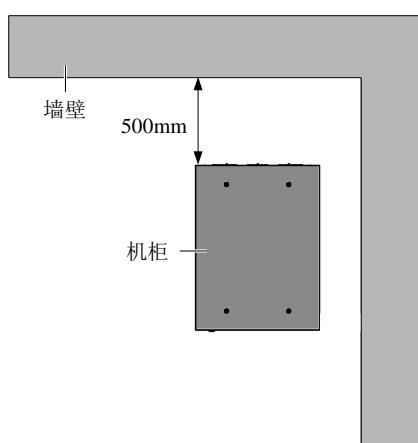

图2-5 操作空间示意图（机架式安装, 顶视图）
UPS 由内部风扇提供强制风冷, 冷风通过 UPS 前面板的通风孔进入 UPS 内部, 并通过 UPS 后部的通风孔排出热风, 请勿阻塞通风孔。UPS 的前、后面板应与墙壁或相邻设备间保持至少 200mm 的空间 (见图 2-5), 以免阻碍 UPS 的通风散热造成 UPS 内部温度升高进而影响 UPS 的使用寿命。
2. 图 2-5 中, 机柜后面板到墙壁的距离需考虑维护操作便利, 图中示例为 500mm, 安装过程可根据实际情况调整, 但不得少于 200mm。